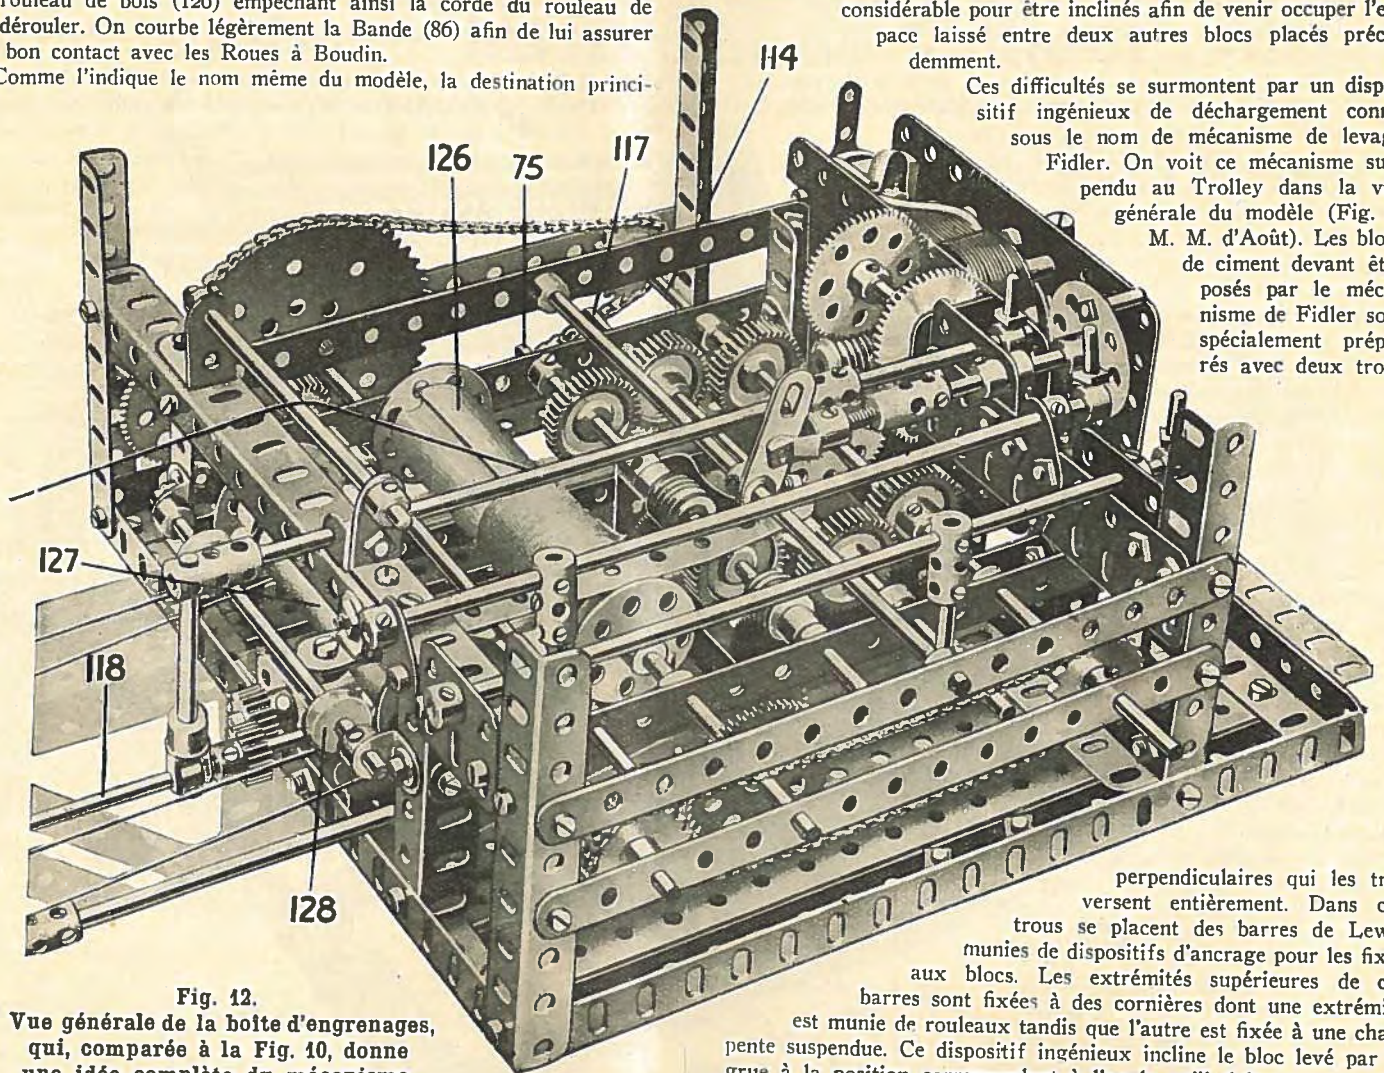

Fig. 12.
(114) fig. 10. Cette Tringle qui ne cesse de tourner peut ainsi transmettre l'action du Moteur aux Tringles (75 et 75a) (qui, comme on l'a fait remarquer précédemment, se rencontrent dans la Vis sans Fin 77) lorsqu'on manœuvre la Cheville Filetée 115. De cette façon, un Engrenage de 25 mm. monté sur la Tringle 117 peut engrener simultanément avec l'Engrenage de 25 mm. (116) et l'Engrenage de 25 mm. disposé sur la Tringle 75. Le Mouvement est ensuite transmis par l'intermédiaire des engrenages indiqués à la Fig. 12 au Pignon de 12 mm. sur l'extrémité extérieure de la Tringle (79). Un Pignon de 12 mm. sur la Tringle (118) peut engrener avec ce Pignon de 12 mm. (120) à faire tourner un Pignon semblable sur la Tringle (121). En se reportant à la Fig. 7 (voir M. M. de Septembre), on verra que cette Tringle commande le mouvement de la grue par l'intermédiaire de l'Engrenage Conique (122) et les engrenages déjà décrits dans la section se rapportant au bâti.
à-dire vers la gauche, ce qui engage un Engrenage de 25 mm. entre des engrenages semblables sur les Tringles 114, 75a. La Tringle (75 a) qui tourne dans ces conditions entraîne l'Accouplement (83) par l'intermédiaire d'une Vis sans Fin et d'une Roue dentée de 50 dents montrée à la Fig. 12 par une Tringle verticale 123 et par deux Engrenages Coniques de 22 mm. La petite Roue dentée à roulement à rouleaux, fixée à l'extrémité inférieure d'une Tringle (123) progresse dans la denture du disque supérieur et fait pivoter la flèche de la grue.